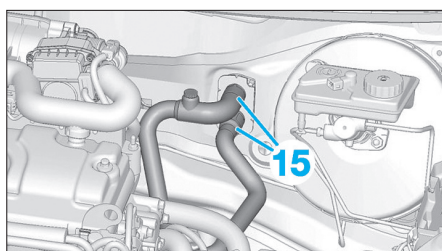

Fig. 49
- les durits de chauffage sur le tablier (15) (Fig.49),